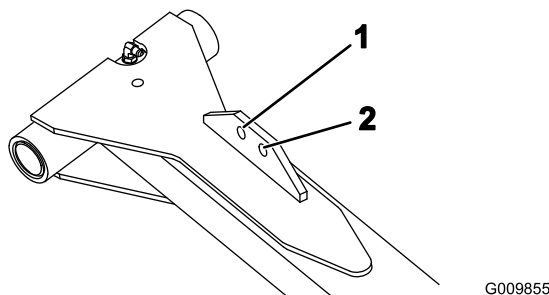

図 7
8. クレビスピンとコッターピンを使って、昇降チェーンの他方の端部を昇降アーム取り付けタブの穴に固定する。図 7に示すように、適当な穴を使用する。